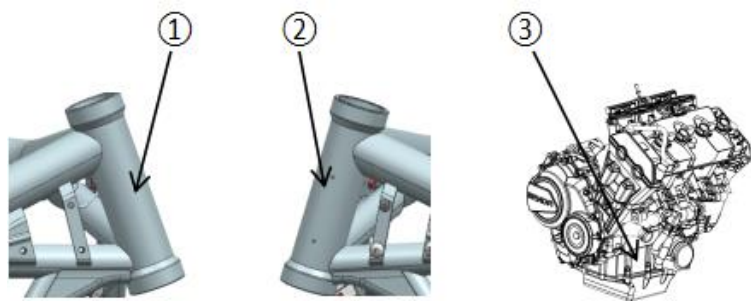

Рис. 1. Расположение заводской таблички, номера рамы мотоцикла (VIN) и номера двигателя
1.2. Расположение номеров (Рис. 1)